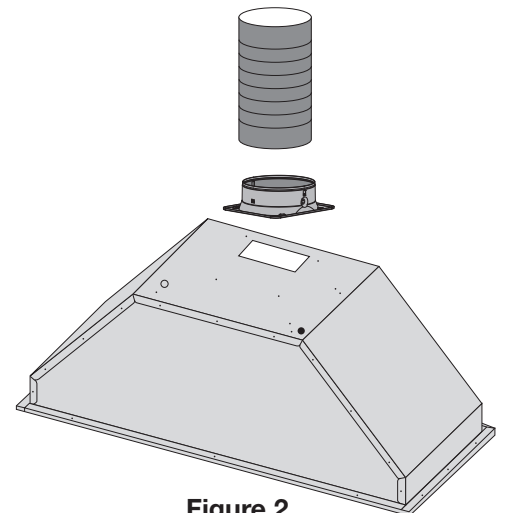

Figure 2
- Fixez l'évent/amortisseur sur le dessus du ventilateur. (Voir figure 2)